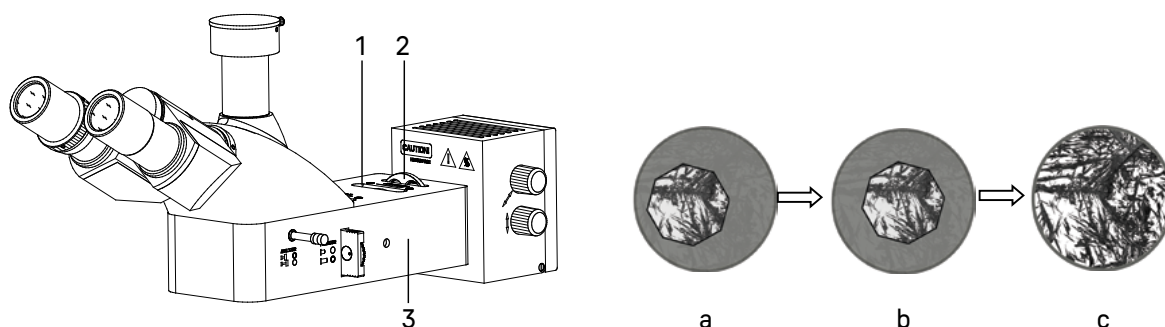

Рис. 10. Центрировка полевой диафрагмы
2. Откройте апертурную диафрагму 2 и закройте полевую диафрагму 1. В поле зрения будет видно светлое пятно с изображением краев диафрагмы, как показано на рис. 10.
3. Если светлое пятно смещено относительно центра поля зрения, как показано на рис. 10а, снимите пластиковые пылезащитные колпачки 3 и отрегулируйте центрировочные винты при помощи двух ключей-шестигранников так, чтобы центр полевой диафрагмы совместился с центром поля зрения, как показано на рис. 10b, затем снова закройте регулировочные отверстия.
4. Откройте полевую диафрагму, чтобы изображение образца заполнило поле зрения, как показано на рис. 10с.